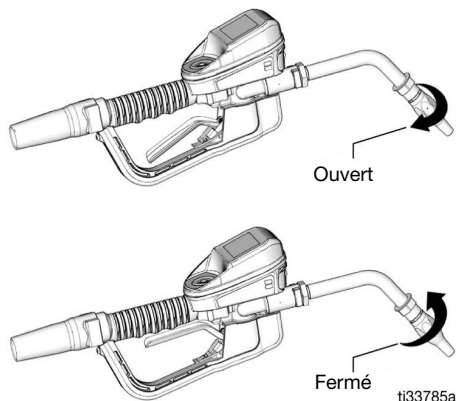

FIG. 5
- Ouvrir la buse : tourner dans le sens des aiguilles d'une montre (FIG. 5)
- Fermer la buse : tourner dans le sens inverse des aiguilles d'une montre (FIG. 5)